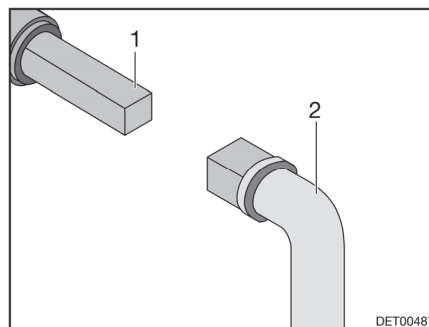

Fig. 143 Utilizzo del rubinetto di scolo delle acque grigie
- Inserire la chiave (Fig. 143,2) sul perno quadro (Fig. 143,1).